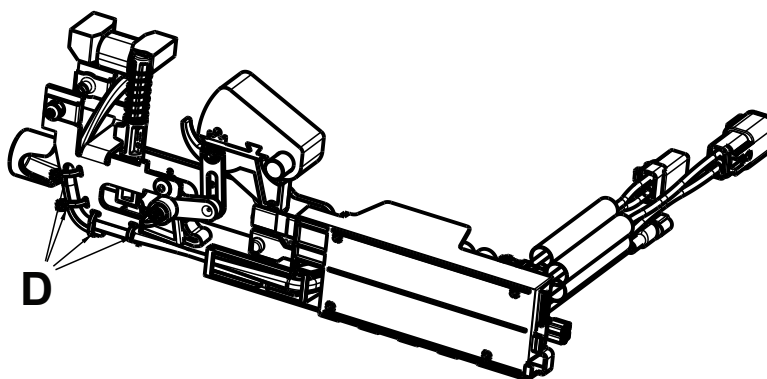

Figure 49 – Retirer les serre-câbles
10. À l'aide d'une pince coupante diagonale, couper les serre-câbles (D) qui fixent les fils spiralés à la sangle de gestion des fils (Figure 49).